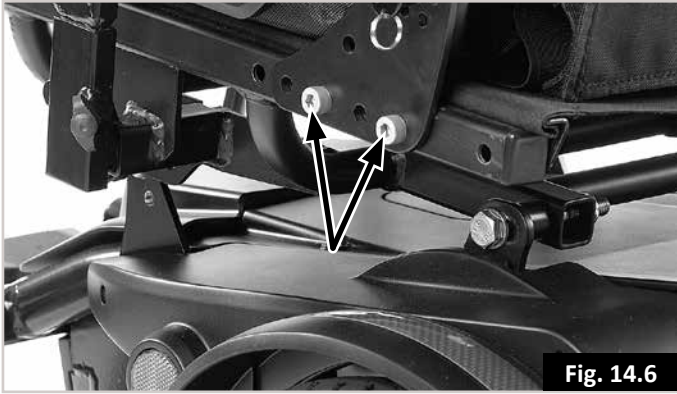

Fig. 14.6
14.6 Einstellen der Sitztiefe: (Fig. 14.6).